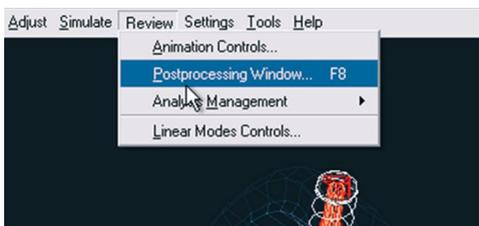

Figura 4.200 – Alternando para o ambiente de trabalho *Postprocessing*.
- Inicie o ADAMS/PostProcessor. Acesse o menu *Review* → *Postprocessing Window*, ou pela tecla F8 (Figura 4.200).